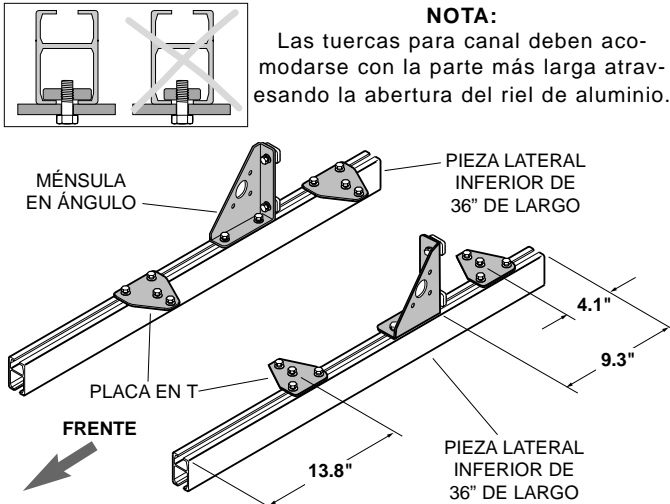

Figura 2
2. Localice las dos piezas laterales inferiores de 36" de largo, las dos ménsulas en ángulo y las cuatro placas en T. Coloque las piezas laterales de aluminio sobre el piso con la ranura grande hacia abajo. Una las ménsulas en ángulo y las placas en T a las piezas laterales, deslizando las tuercas para canal hacia los rieles de aluminio. Acomode como se muestra en la Figura 2 y apriete las tuercas para canal para fijar.